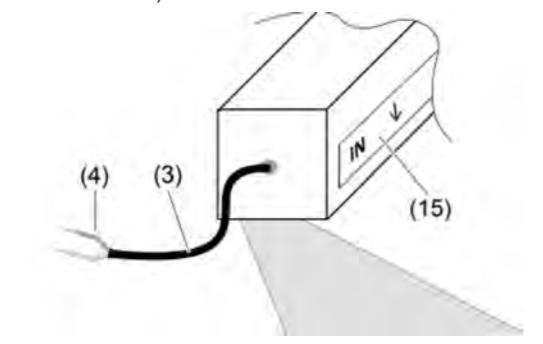

Bild 3: Leuchte montieren
-  Im Montagegrund (z. B. Handlauf) eine Nut gemäß Zeichnung vorbereiten (Bild 3).
- Lichteinsätze mit Edelstahlschrauben (12) in der Nut befestigen (Bild 3).